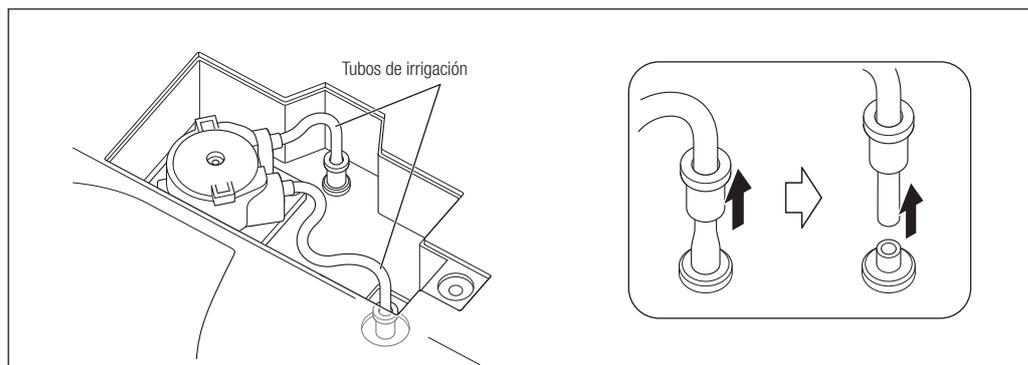

Fig. 51
- 3) Retire los dos tubos de irrigación de la unidad de control (Fig. 51).
- 8) Monte el tubo de irrigación siguiendo el procedimiento de retirada pero a la inversa. Presione firmemente el anillo de conexión hacia la unidad de control hasta el tope (Fig. 51).